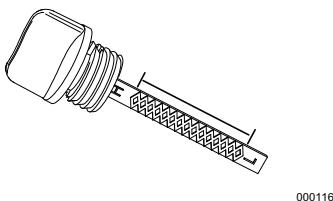

Figure 4-2. Plage de fonctionnement sécuritaire
4. Vissez la jauge dans le goulot de remplissage. Retirez la jauge, puis vérifiez que le niveau d'huile se situe dans la plage de fonctionnement sécuritaire. Voir la **Figure 4-2**.